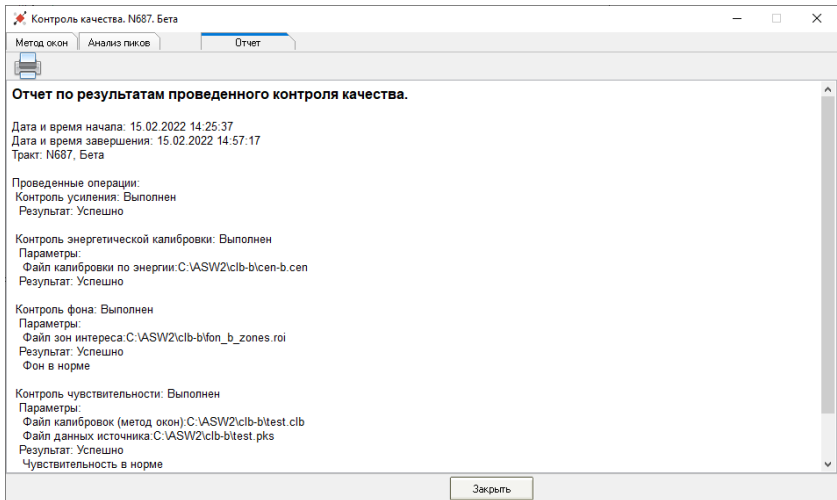

Рисунок 14. Результат проведения процедуры контроля качества по шаблону «бета(полная)».
- По окончании процедуры контроля качества программа выедет на экран отчет по результатам (рисунок 14).